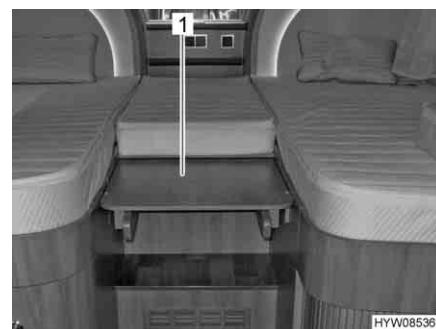

Fig. 65 Estrazione dell'ampliamento
- Afferrare ed estrarre l'ampliamento (Fig. 65,1). Insieme all'ampliamento viene estratta anche la scaletta.